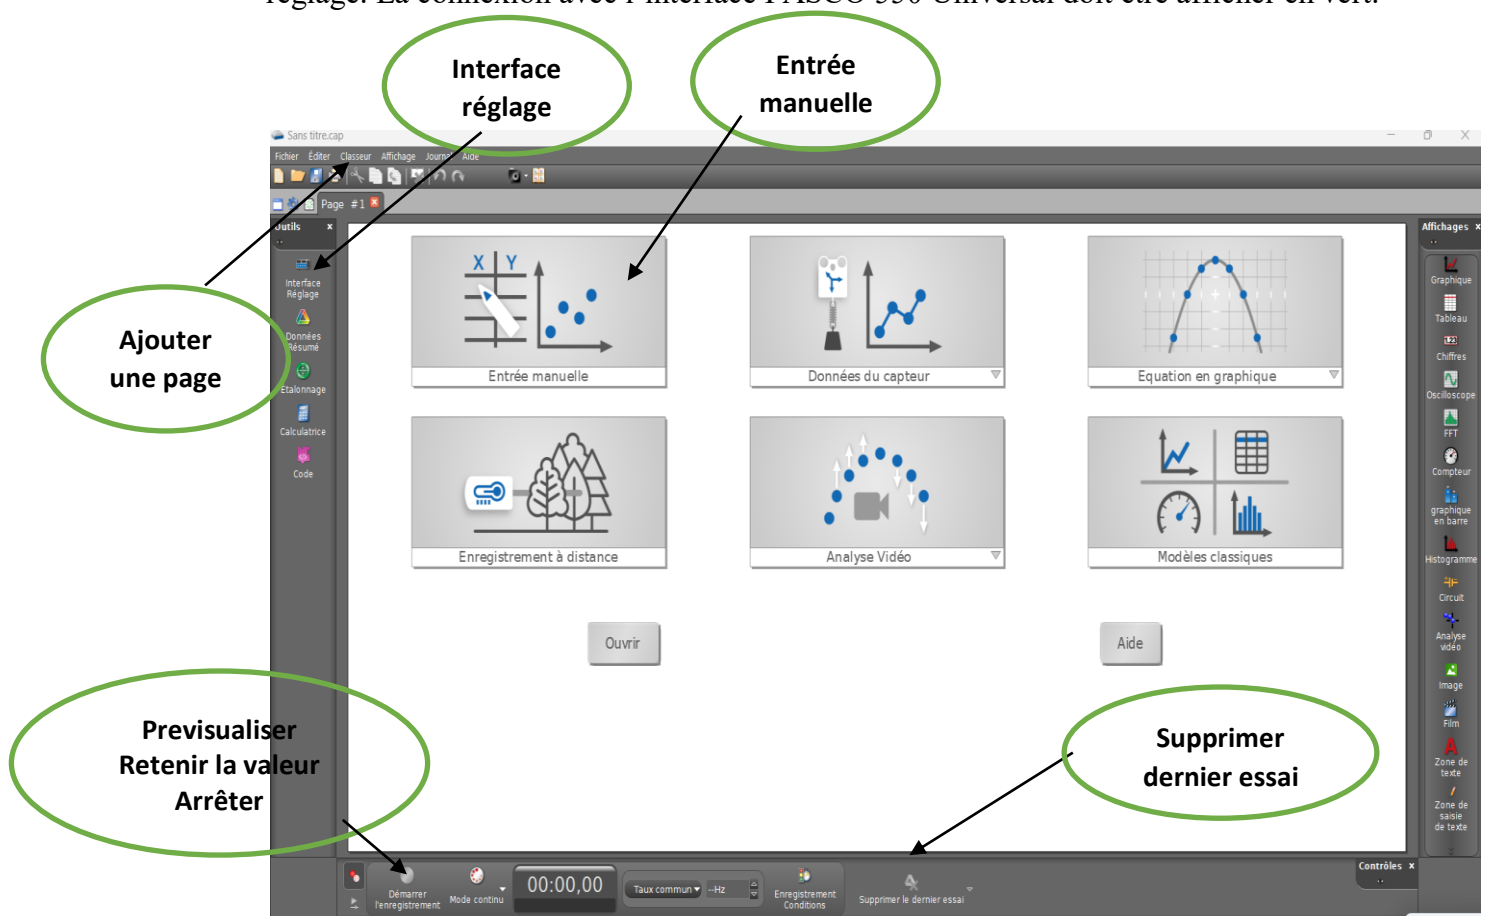

Figure 3 : Capture d'écran du logiciel PASCO-capstone.
- Aller à l'onglet classeur et ajouter une page (voir figure 3).